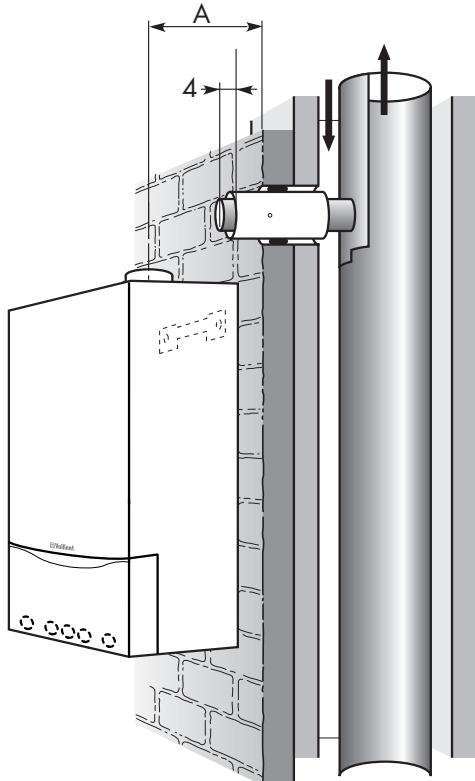

Рис. 5.3: Укорачивание газовой пускной трубы до нужной длины установка воздушной трубы
- Подготовьте присоединение к системе подвода воздуха и отвода продуктов сгорания с размерами, указанными на рис. 5.3. Эти размеры допускают навеску прибора непосредственно на кирпичную облицовку.
- Керамические системы в большинстве случаев оснащаются резиновыми уплотнительными муфтами и имеют у воздушного патрубка трубный упор. Укоротите воздушную/газовыпускную трубу в соответствии с размерами, указанными на рис. 5.3.